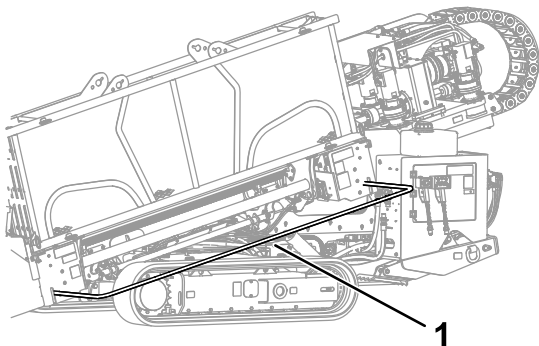

Рисунок 41
4. Опустите штангу для защиты пешеходов и закрепите ее на месте (Рисунок 41).